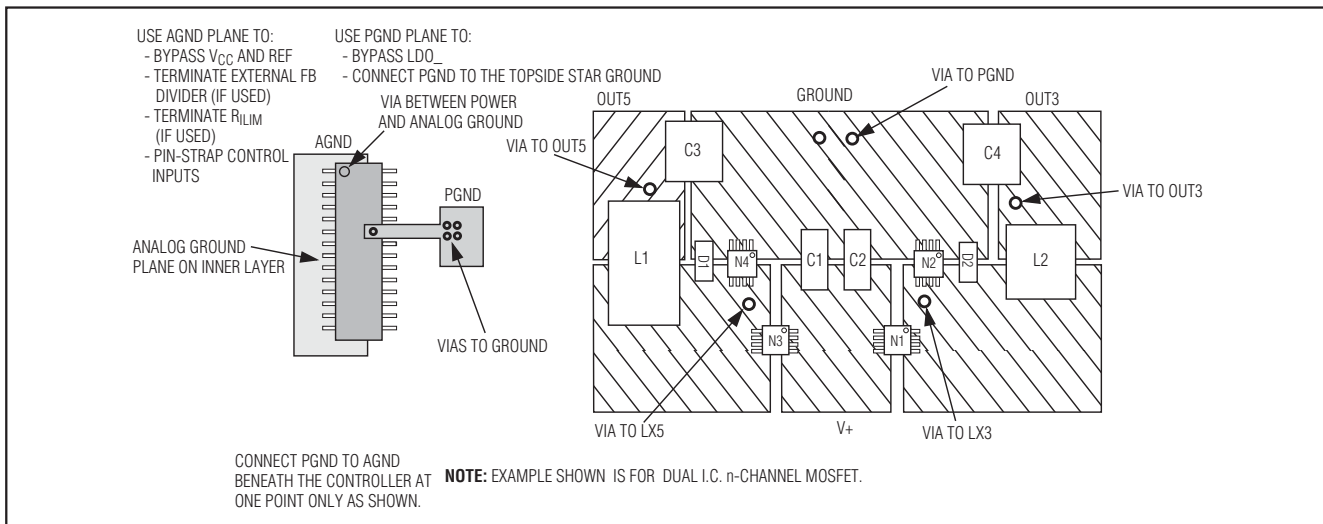

图13. PCB布局实例
精心的PCB布局是获得低开关损耗、低噪、稳定工作状态的关键。尤其当多个转换器位于同一块PCB上时更要小心，否则电路之间会相互影响。开关功率级的布局需要特别注意(图13)。参见MAX1999评估板数据资料中给出的详尽的布局实例。
- 4) DC-DC控制器的接地方式如下:在器件附近布设一块小面积的模拟地平面。将这一小块模拟地平面连接至GND(图13),并把它做为REF和 V_{CC} 旁路电容、FB分压器以及ILIM电阻(如果有)的接地层。布设另一块小